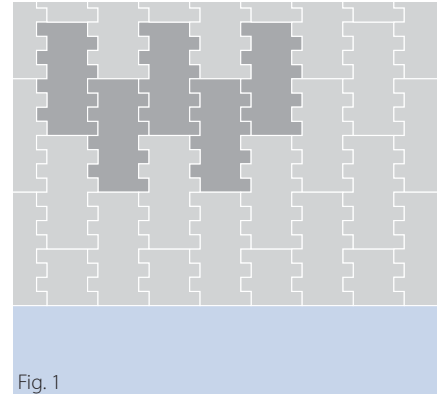

Fig. 1
- Instalar los módulos intercalados entre sí (fig. 1).